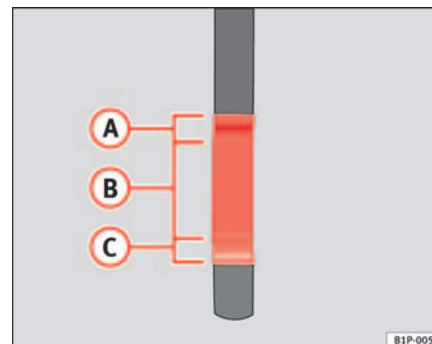

Abb. 137 Ölmesstab.
- Ziehen Sie den Ölmesstab wieder heraus und lesen Sie den Ölstand am unteren Ende des Ölmesstabes ab ⇒ Seite 207, Abb. 137.
Befindet sich der Ölstand im Bereich ⇒ Seite 207, Abb. 137 (A), darf kein Öl nachgefüllt werden.